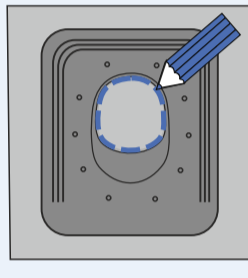
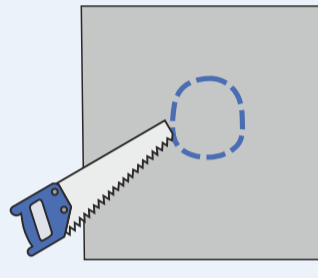

Рис.1
Рис.2
3. Приложите проходной элемент к кровельному покрытию (рис. 1), разметьте по внутреннему диаметру проходного элемента окружность и вырежьте отверстие (рис. 2) при помощи специализированного инструмента.